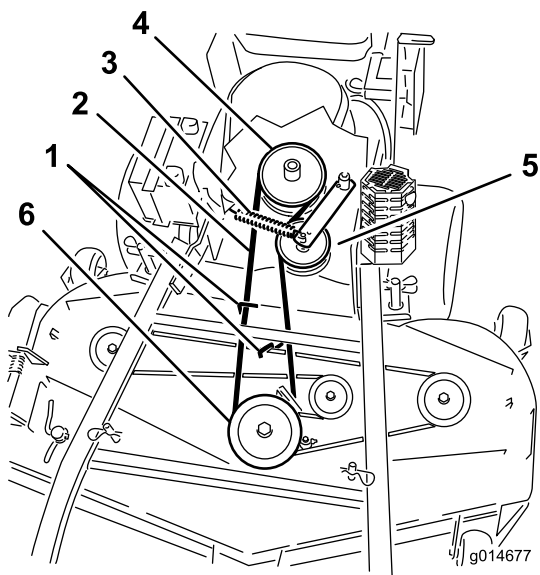

Figura 52
- Retire la correa de la polea central de la carcasa de corte (Figura 52).
- Retire la correa de la polea del motor y la polea tensora tensada con muelle (Figura 52).
- Instale la nueva correa en la polea del motor y la polea tensora tensada con muelle (Figura 52).
- Coloque la correa en la polea central de la carcasa del cortacésped (Figura 52).
- Ajuste la guía a una distancia de 3 mm (1/8 pulg.) de la correa (Figura 52).